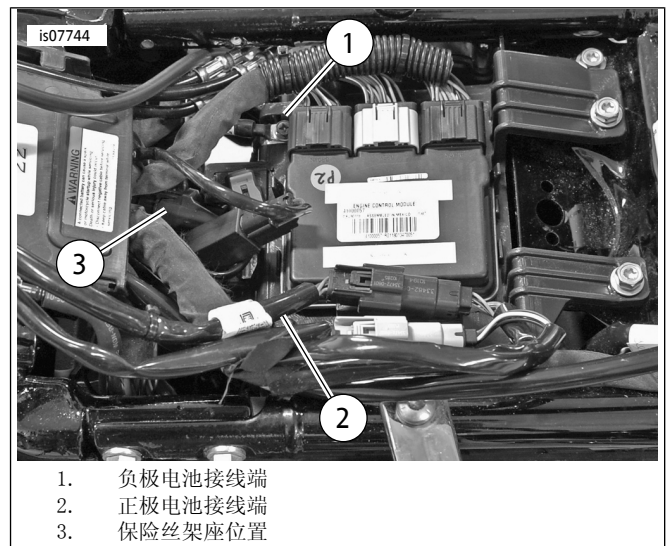

图5。电池连接
8. 参见图5。安装线槽盖。使用四通道插针风帽插头(零件编号72632-10)盖上任何未使用的插针侧连接器。使用随线束692000478上连接器[313]提供的或原厂设备(OE)挡风板线束连接器[162]上的风帽插头。